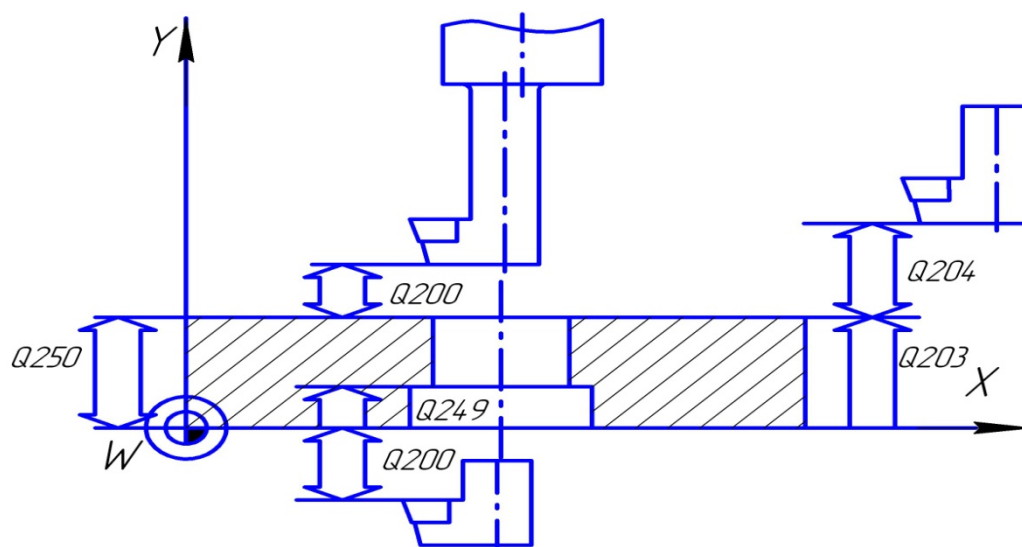

Рис. 4.10. Позиционирование режущего инструмента за нижней гранью заготовки
3. Затем инструмент погружается с подачей предварительного позиционирования в просверленное отверстие, а именно пока лезвие не достигнет расстояния безопасности за нижней гранью заготовки (рис. 4.10).